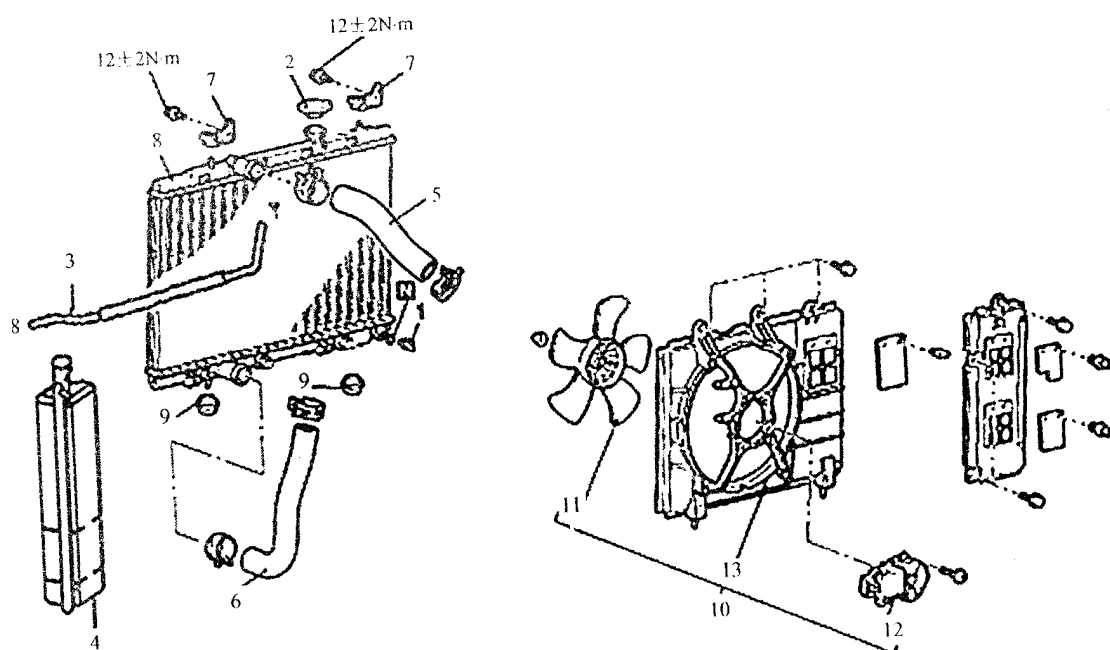

图 8-12
3) 拆卸步骤(见图 8-12)
电子扇总成的拆卸步骤参见图 8-12：